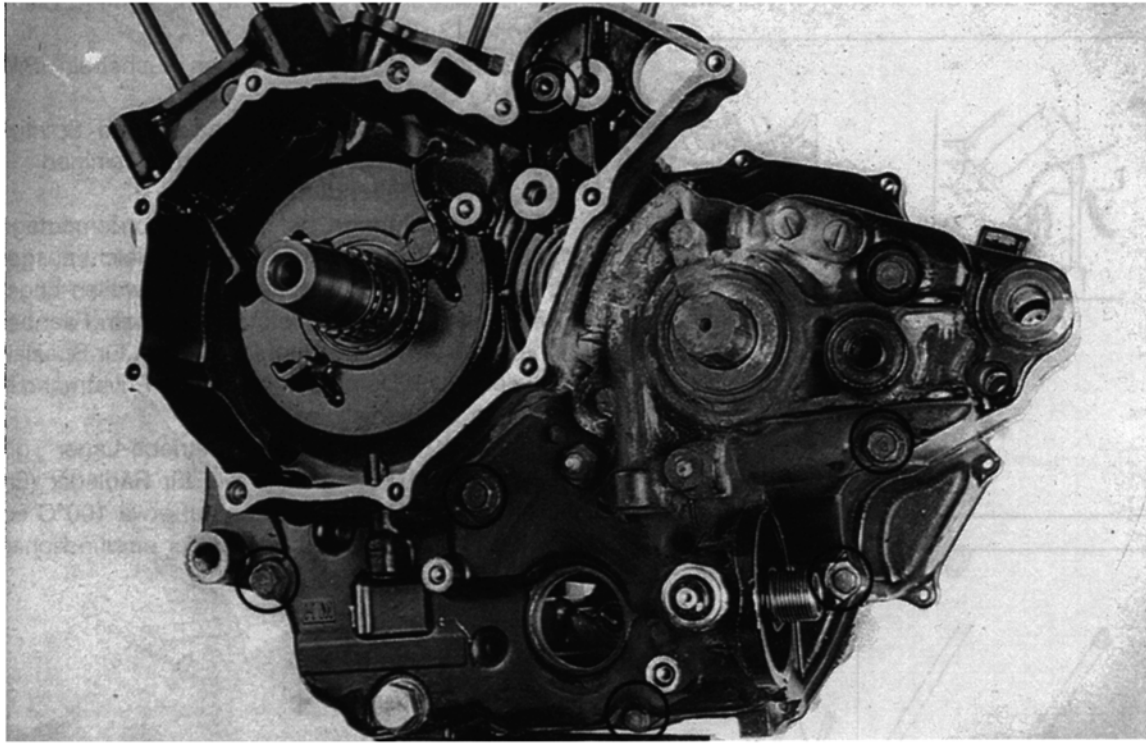

Bild 134
- An linker Gehäusehälfte vier 8-mm- und drei 6-mm-Schrauben ausdrehen (Bild 134).